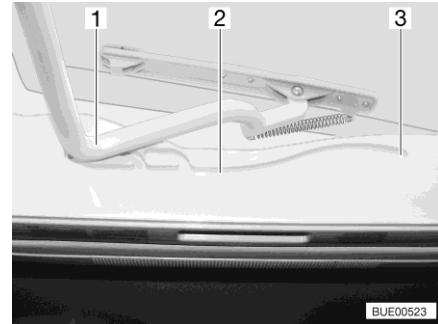

Bild 23 Führung (Heki-Dachhaube)
- Den Bügel (Bild 23,1) in den Führungen (Bild 23,2) bis in die hinterste Position (Bild 23,3) ziehen.
- Den Bügel (Bild 23,1) mit beiden Händen leicht nach oben drücken.
- Den Bügel in den Führungen (Bild 23,2) bis zur gewünschten Stellung ziehen.